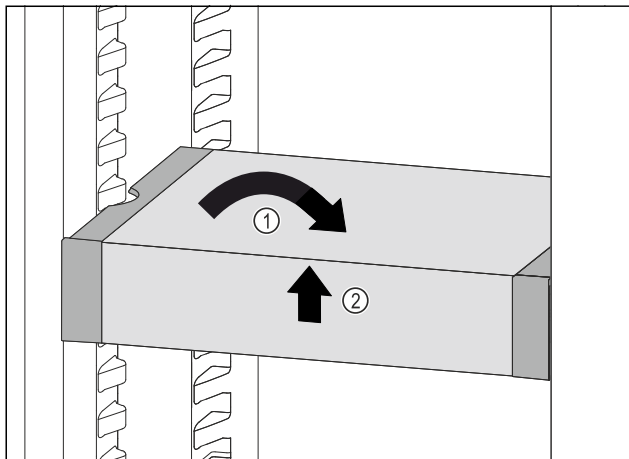

Fig. 89
- ▶ Collocare VarioSafe in maniera dritta. Fig. 89 (1)
- ▶ Sollevare VarioSafe dal lato anteriore. Fig. 89 (2)